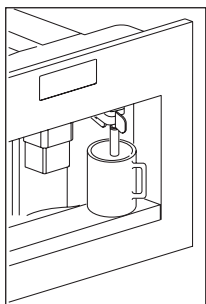

Рис. 12
- ▶ Поставьте емкость под краник выдачи кипятка (Рис. 12).